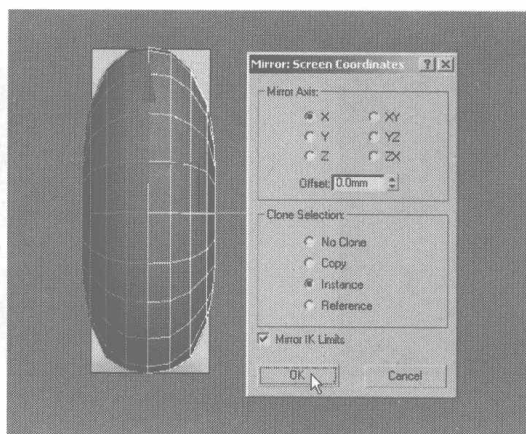

图 3.27
- 19** 在工具栏中单击  按钮，在弹出的对话框中设置镜像参数，如图 3.27 所示，将剩下的一半物体镜像。